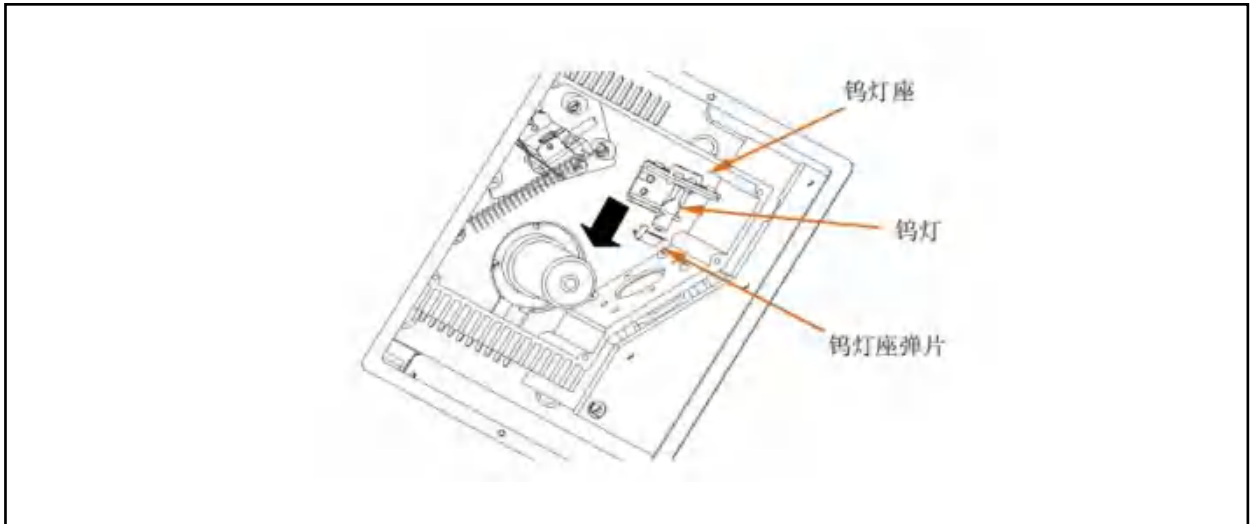

图 5-2 更换钨灯
- ① 关闭检测器，拔掉电源线，确保钨灯冷却 10 min 以上。
- ② 使用 T15 梅花改锥拆掉检测器外壳盖的螺钉，取下外壳盖。
- ③ 使用 T10 梅花改锥拆掉检测器光源室盖螺钉，移去光源室盖。
- ④ 拔下旧灯的二芯插头，使用 T15 梅花改锥拆掉钨灯灯座上的两个固定螺钉，戴上干净的白色布手套，沿图 5-2 箭头所示方向将带钨灯的整体灯座取出。